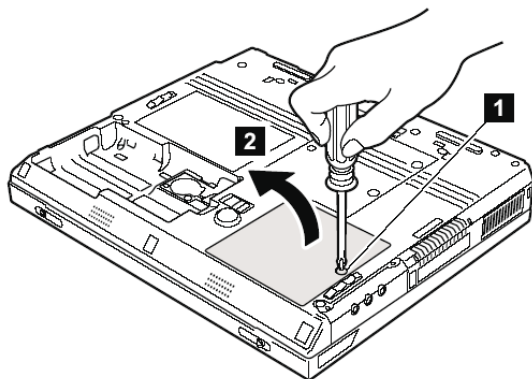

图 6-16 拆卸内存
- 2) 然后在螺钉处向外轻轻用力拉, 就可以拆掉该金属盖, 露出内存条, 如图 6-16 所示。